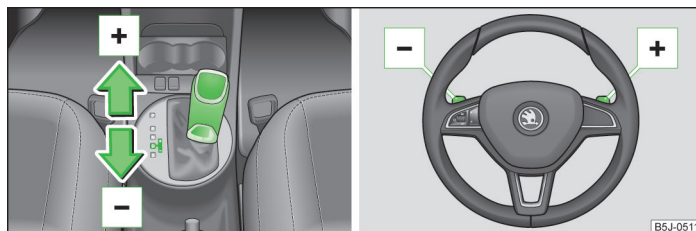

Abb. 91 Wählhebel und Multifunktionslenkrad
- › Den Wählhebel nach vorn **+** » Abb. 91 tippen.
- › Den Wählhebel nach hinten **-** » Abb. 91 tippen.